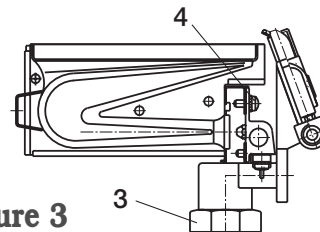

Figure 3
4. Démonter le brûleur dévissant l'écrou (3) et les vis (4). (fig. 3)